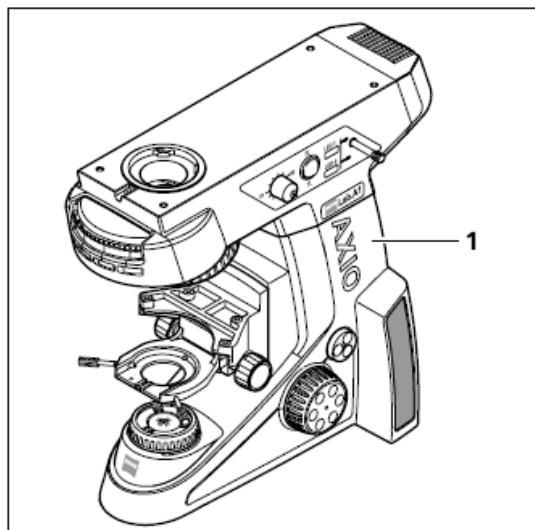

图. 3-1 安装显微镜
- | 在一个没有震动,水平的坚固的无易燃物的台面上摆好显微镜主机(图 3-1/1)